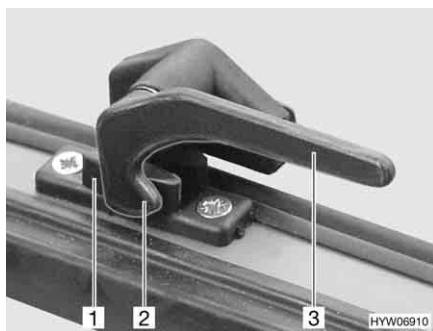

Fig. 59 Levier de verrouillage en position "Fermé"
- Tourner le levier de verrouillage (Fig. 59,3) d'un quart de tour vers le centre de la fenêtre.
- Tourner le levier de verrouillage (Fig. 59,3) d'un quart de tour vers le cadre de la fenêtre. Le tenon de verrouillage (Fig. 59,2) se trouve sur le côté intérieur du verrouillage de fenêtre (Fig. 59,1).
- En position "Fermé" (Fig. 59)